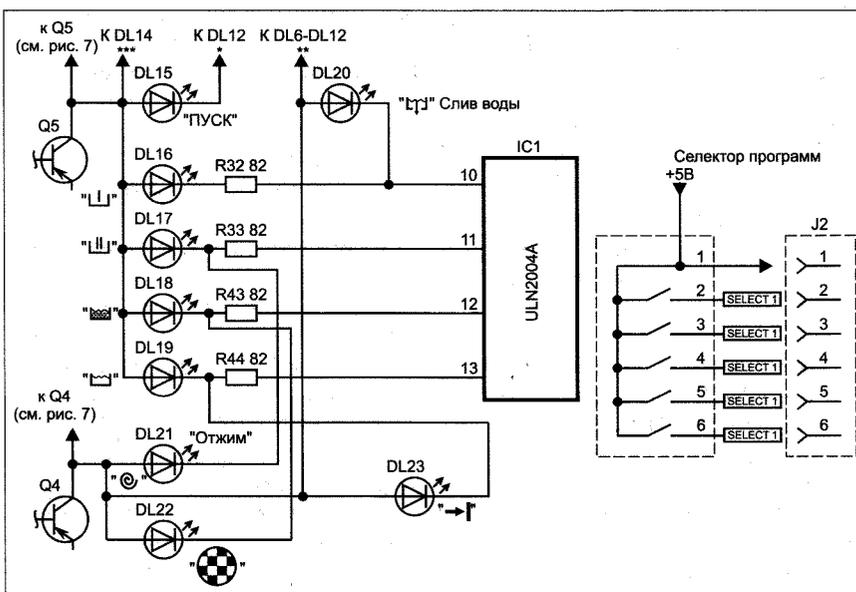

Рис. 5. Принципиальная электрическая схема. Элементы индикации, интегральная сборка ключей, селектор программ
- светодиодные индикаторы управляются от МК (IC2) через ключевые схемы (транзисторная сборка IC1 и отдельные ключи Q4, Q5, QD01-QD04) — см. рис. 5, 7;